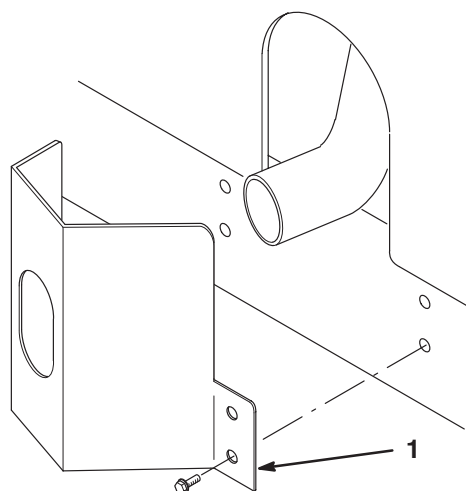

Figure 9
1. Placez la protection de l'échappement autour du silencieux et alignez les trous de montage avec ceux du châssis (Fig. 9).
2. Fixez la protection de l'échappement au châssis à l'aide de 4 vis autotaraudeuses (Fig. 9).